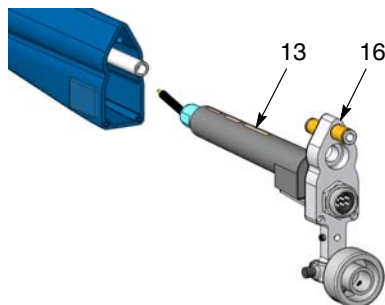

Figura 31 Remoção do multiplicador para fora do alojamento
2. Consulte a figura 31. Puxe o poço de calor (16) para fora do alojamento, com o multiplicador (13) ligado.